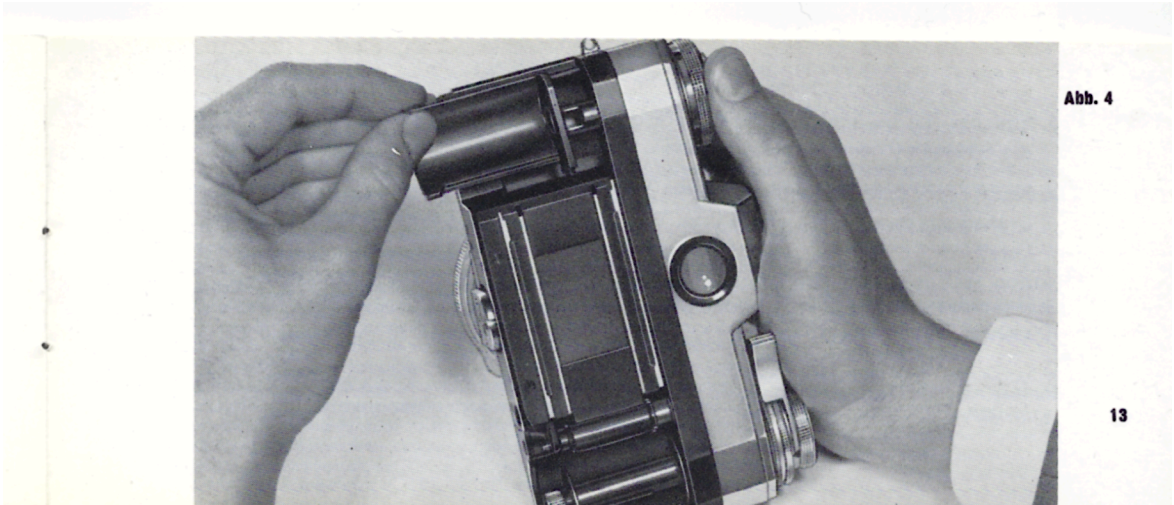

Abb. 4
1. Camera-Rückwand abnehmen. Füllstück in der Filmpatronenmulde durch Eindrücken der seitlichen Kante lockern, herausziehen und zusammen mit der ebenfalls herausgenommenen Aufwickelspule aufbewahren. Zum Filmeinlegen ohne Wechsel-Magazin Füllstück wieder einsetzen, wobei die unter dem Füllstück angebrachten Nocken in die entsprechenden Aussparungen im Camerakörper einrasten müssen (Abb. 4).